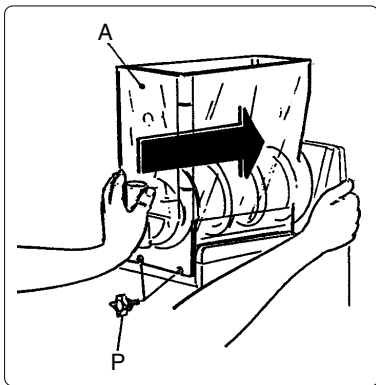

Abb. 17
- g) Den Behälter (A) erneut montieren; dabei so in seinen Sitz einsetzen, dass die Dichtung dicht abschließt (siehe Abb. 17), und die Knäufe (P) festziehen. Zur Vereinfachung der Montage empfehlen wir, den hinteren Teil des Behälters anzufeuchten, der mit der Dichtung in Kontakt kommt.